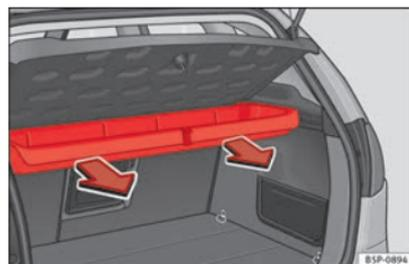

Fig. 104 Desmontaje de la caja portaobjetos.
- Tire hacia afuera hasta desenclavar la caja de los ejes de giro » fig. 104.